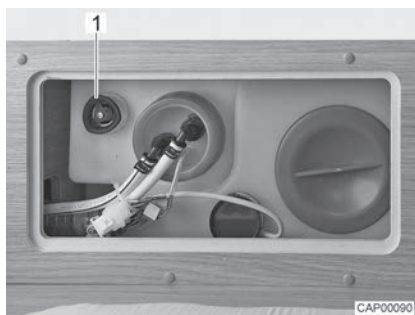

Fig. 74 Serbatoio dell'acqua con maniglia girevole
- Sul serbatoio dell'acqua, ruotare la maniglia girevole (Fig. 74,1) in senso orario fino all'arresto.
- Sul serbatoio dell'acqua, ruotare la maniglia girevole (Fig. 74,1) in senso antiorario fino all'arresto. L'acqua fuoriesce fino a ca. 20 litri.